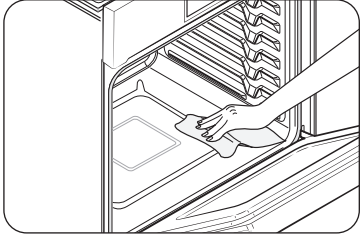

Imagen 1
- Limpie los residuos de la base del horno. (Fig. 1)